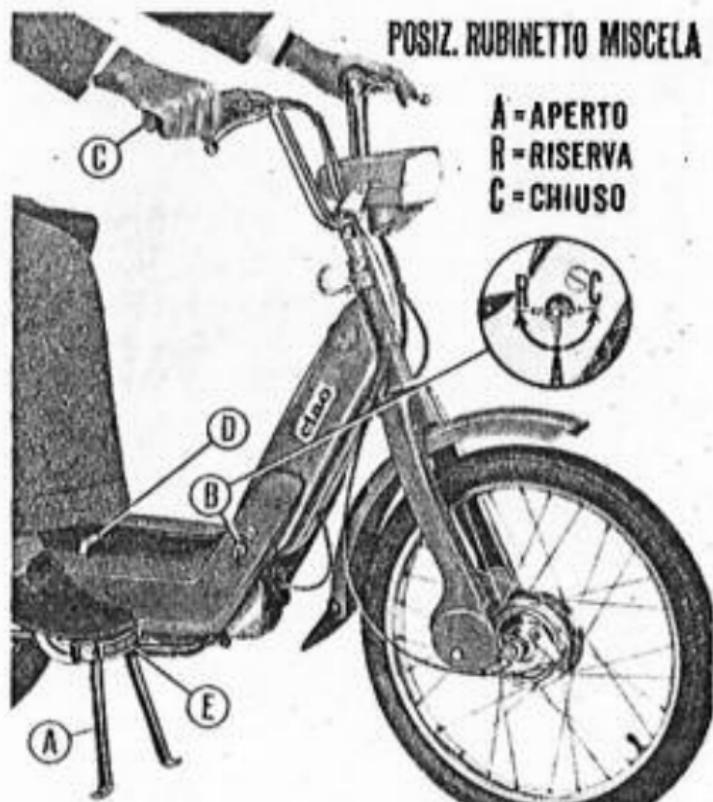

Fig. 4 - Operations for starting - Opérations pour la mise en marche - Operaciones para el arranque.
STARTING - Carry out the operation indicated on fig. 4. The vehicle may be started also with the driver pedalling the machine for some metres and then, when in reasonable motion, releasing the decompression valve control lever (fig. 3) and opening the throttle.
MISE EN MARCHE - Exécuter les opérations prévues à la fig. 4. Le véhicule peut être mis en marche par le conducteur déjà assis sur la selle: agir sur le décompresseur (fig. 3), donner quelques coups de pédales et lâcher ensuite ce levier, tout en donnant des gaz.
ARRANQUE - Ejecutar las operaciones de la fig. 4. El vehículo puede también arrancarse con el piloto sobre el sillín actuando sobre la palanca (fig. 3), peldaleando unos metros y soltando luego la palanca citada y dando gases.
EXPLANATION OF THE FIG. 4
A. Vehicle on stand, rear wheel must be off the ground - B. Fuel tap (turn the lever, position « A » see fig. 4); on « Bravo » (see positions on Fig. 4 bis) the fuel tap is located on the lower part of the tank (L. H.); on « Boxer 2 » the fuel tap is located under the foot-rest (R. H.) - C. Throttle twist grip at Idling speed. - D. Pull down the starter control lever (with cold engine) - E. Act on the pedal.
LEGENDE DE LA FIG. 4
A. Véhicule sur la béquille, la roue arrière ne doit pas toucher le sol. - B. Robinet « mélange »: position intermédiaire « A », voir figure 4. Sur le « Bravo »: (voir les positions à la Fig. 4 bis) le robinet est placé dans la partie inférieure du réservoir, côté gauche; sur le « Boxer » sous le repose-pied, côté droit. - C. Maintenir la poignée gaz sur le ralenti - D. Lorsque le moteur est à froid, abaisser le levier du starter - E. Appuyer sur la pédale.
EXPLICACION DE LA FIG. 4
A. Colocar el vehículo sobre el caballete verificando que la rueda trasera esté alzada del suelo - B. Abrir el grifo gasolina (girar el botón de mando en la posición intermedia « A » (como en la figura 4). Sobre el « Bravo » (ver las posiciones en la fig. 4 bis) el grifo se halla en la parte inferior del depósito lado Izq.; sobre el « Boxer » bajo el estribo, lado de recho. - C. Tener el puño mando gas al mínimo - D. Con el motor frío bajar la palanca del starter - E. Actuar sobre el pedal.
Fig. 4 bis - Fuel tap position on « Bravo » - Position robinet sur le « Bravo » - Grifo mezcla sobre el « Bravo ».